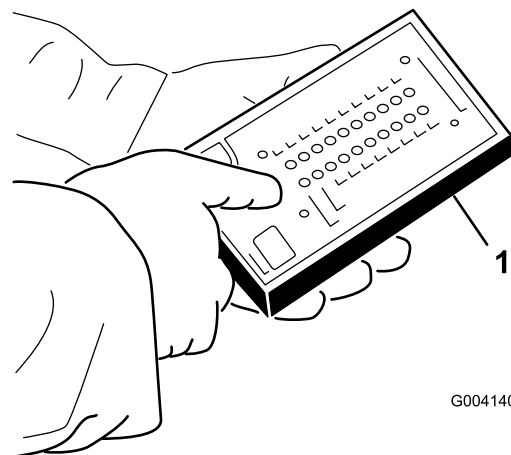

図 37
5. ハーネスのコネクタ 図 37 に ACE テスターを接続する